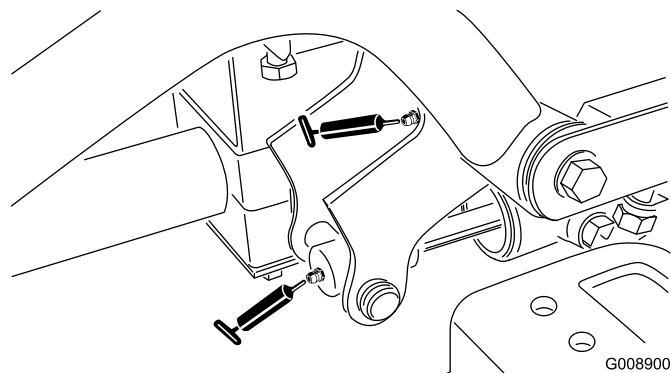

Figura 50
- Articulação do braço de elevação dianteiro esquerdo e cilindro de elevação (2) (Figura 50)